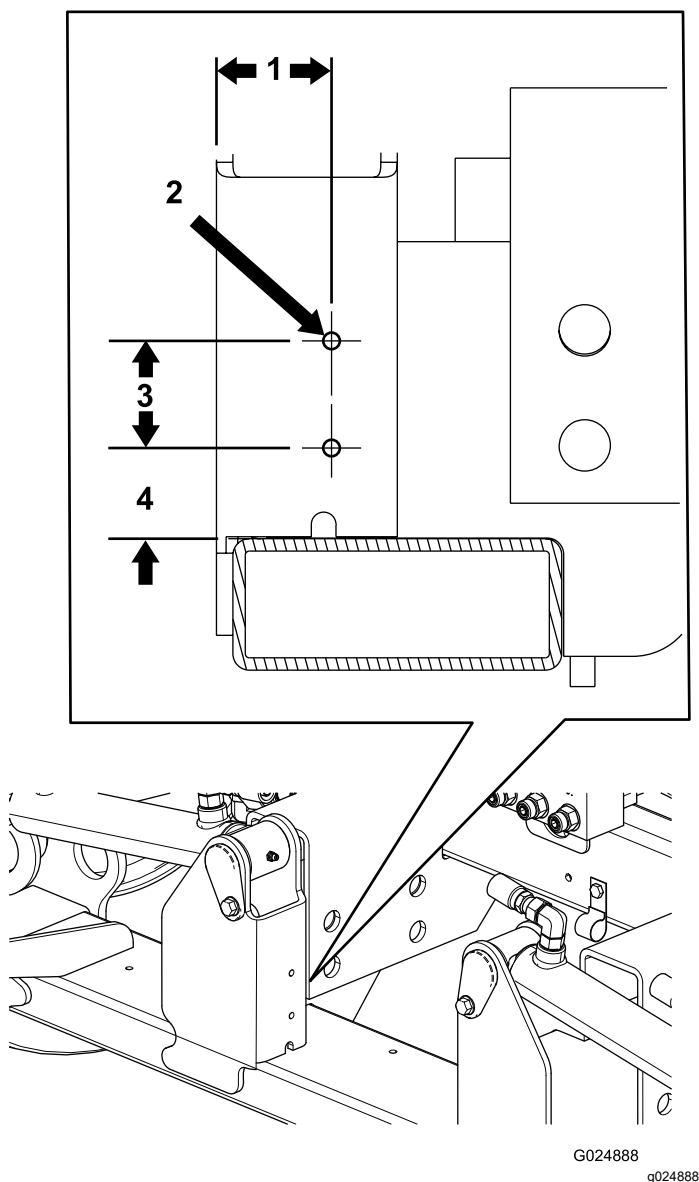

Figura 5
1. Utilizando as dimensões indicadas em Figura 5, localize, marque e faça 2 furos (0,56 cm ou 0,58 cm, tamanho a broca n.º 1 ou n.º 2) no tubo da estrutura da unidade de tração do braço do elevador número 5. Perfure apenas 1 das paredes do tubo.